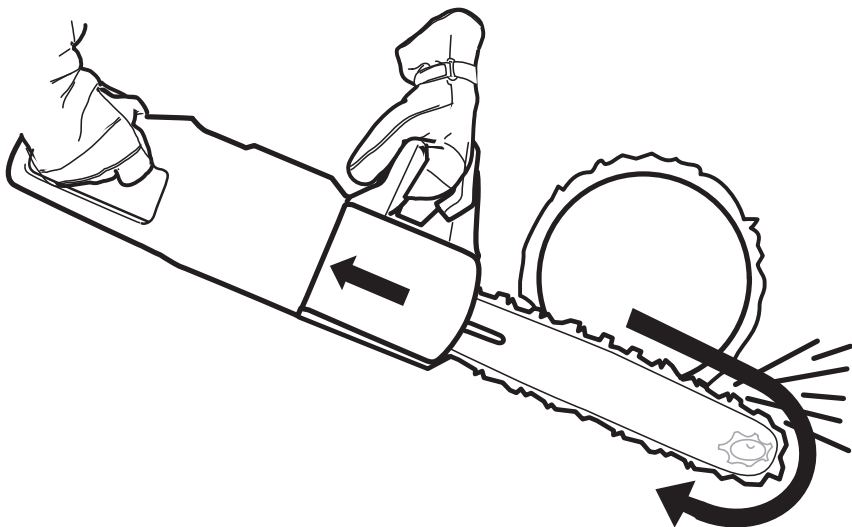

Рисунок 4 — Правильный захват цепной пилы
- Всегда крепко держите цепную пилу, охватив рукоятки всеми пальцами рук. Правая рука должна находиться на задней рукоятке, а левая — на передней рукоятке (см. рис. 4). Любой оператор, независимо от того, является ли он левшой или нет, должен использовать этот захват, сокращающий риск отброса цепной пилы и помогающий сохранять контроль над ней.